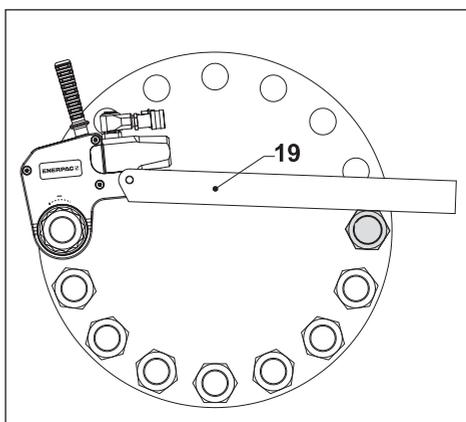
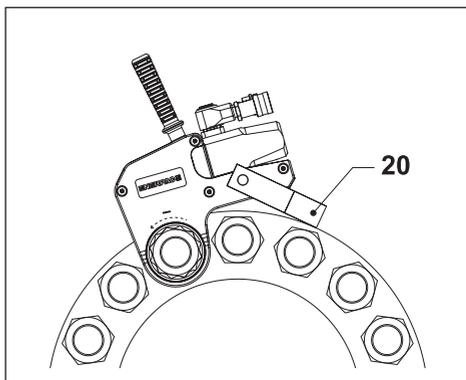

図11
図12
4.3.4 延長リアクションアームの使用 (図11)
- WTEシリーズ延長リアクションアーム (19) を適切なリアクションポイントに当たるように位置決めします。リアクションポイントはツールを操作することにより発生した力の反対に作用します。
4.3.5 リアクションパドル (図12) の使用
- WRPシリーズリアクションパドル (20) を適切なリアクションポイントに当たるように位置決めします。リアクションポイントはツールを操作することにより発生した力の反対に作用します。